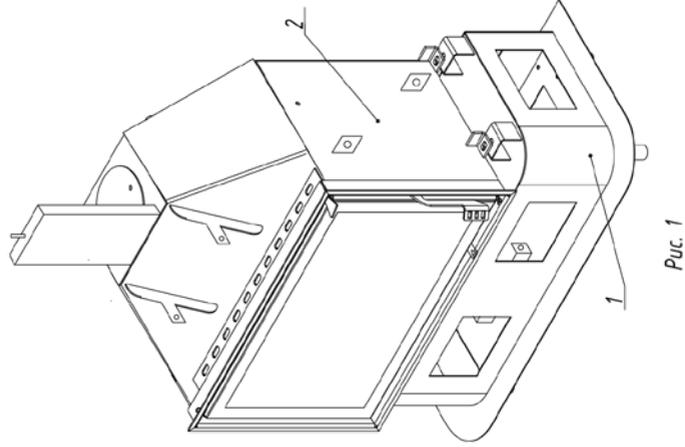

Рис. 1
1. Основание 1 молочная камера 2 устанавливаются заводом-изготовителем в собранном виде (Рис. 1)